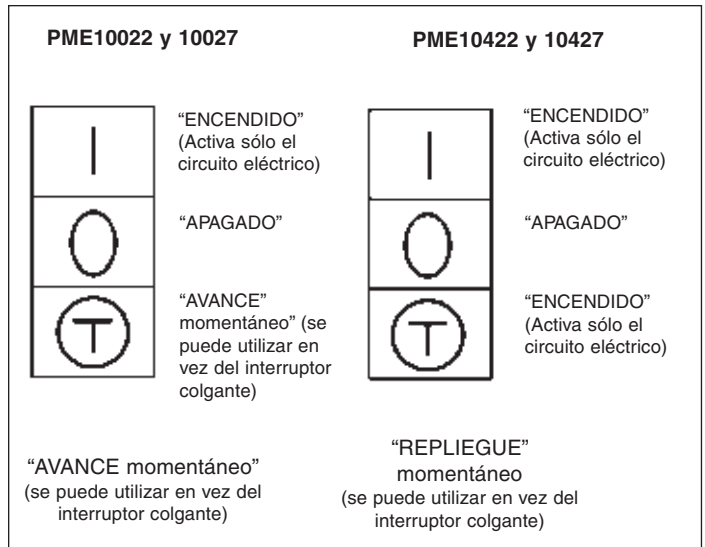

Figura 5, Posiciones del interruptor de la bomba
4. Cerciórese de que la bomba esté “APAGADA”. (Ver figura 5.)